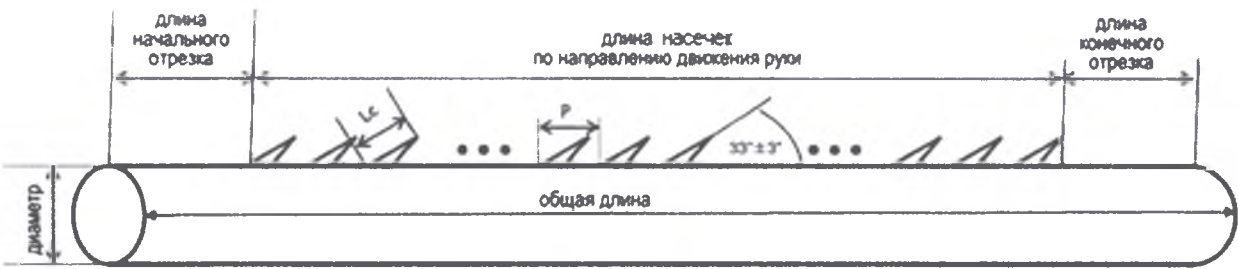

Рис. 14
6. Нити с односторонними однонаправленными насечками увеличенного количества DOUBLE COG, серия – YRPN (рис. 14)